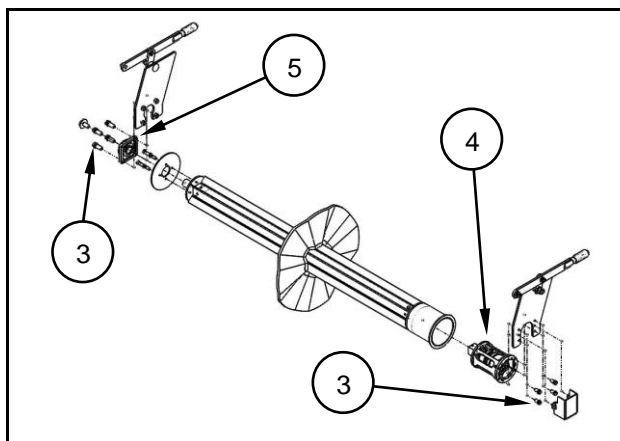

Fig. 6.3
- Befestigungsschrauben (3) des Motorträgers (4) und des Lagers (5) lösen und entfernen (Fig. 6.3).